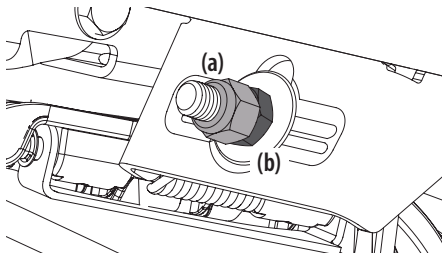

Figure 39
5. Pour relever l'avant du plateau, retirez l'embout, desserrez le contre-écrou extérieur (a), puis serrez (vissez à l'intérieur) l'écrou intérieur (b) contre le support de suspension avant. Consultez la Figure 39. Si le réglage est correct, resserrez le contre-écrou extérieur (a) et remettez l'embout en place.
6. Pour **abaisser** l'avant du plateau, retirez l'embout, desserrez le contre-écrou extérieur (a), puis desserrez (vissez à l'extérieur) l'écrou intérieur (b) à l'écart du support de suspension avant. Consultez la Figure 39. Si le réglage est correct, resserrez le contre-écrou extérieur (a) à 77 N·m (57 pi·lb) et remettez l'embout en place.